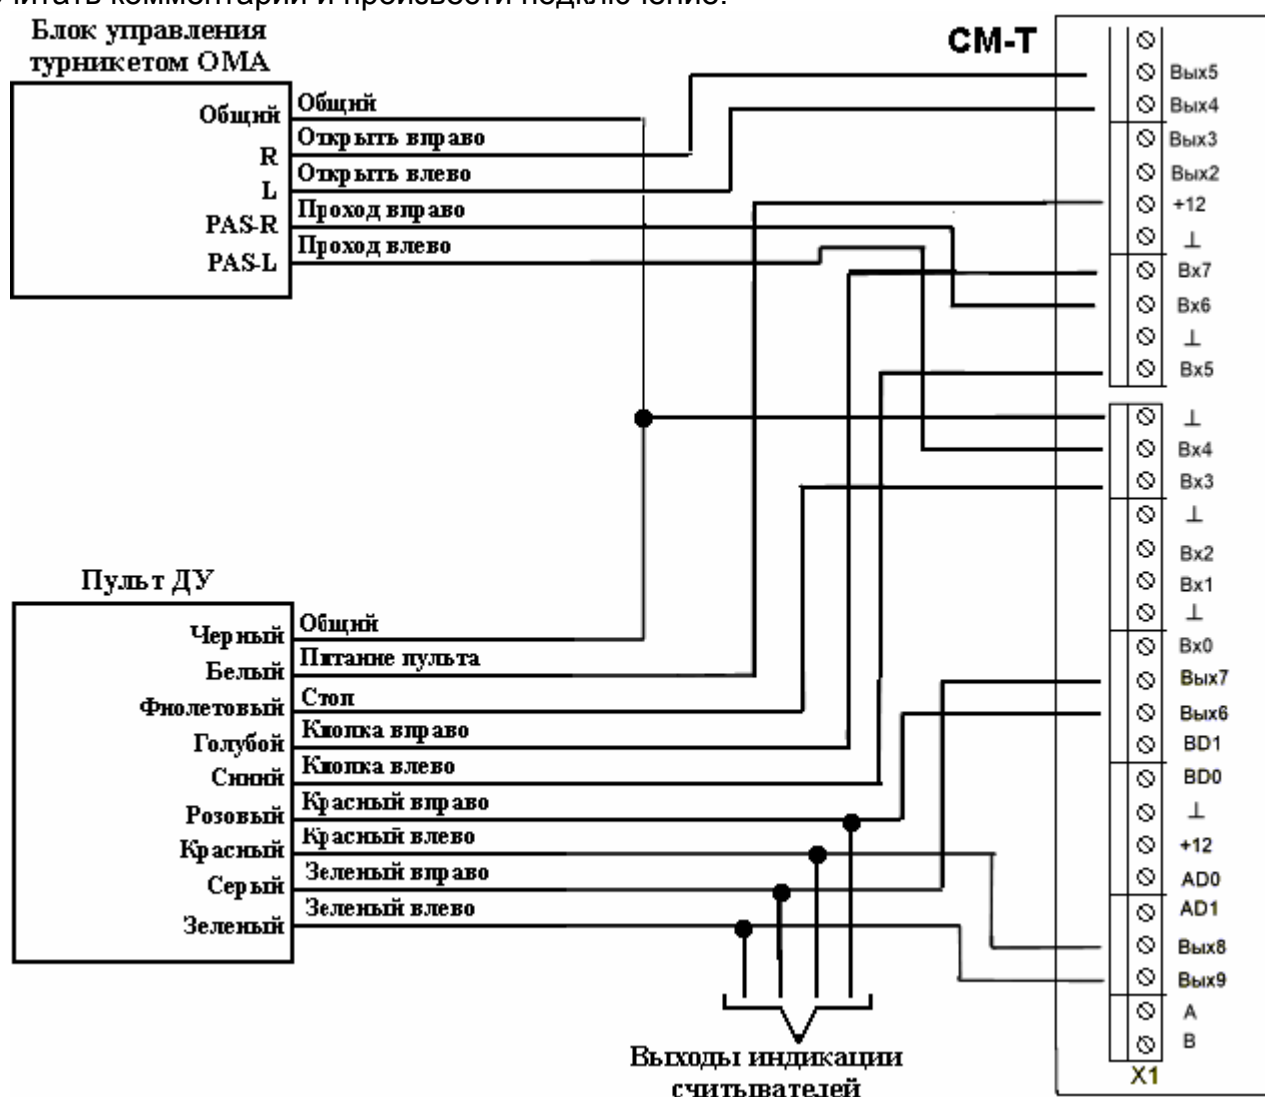
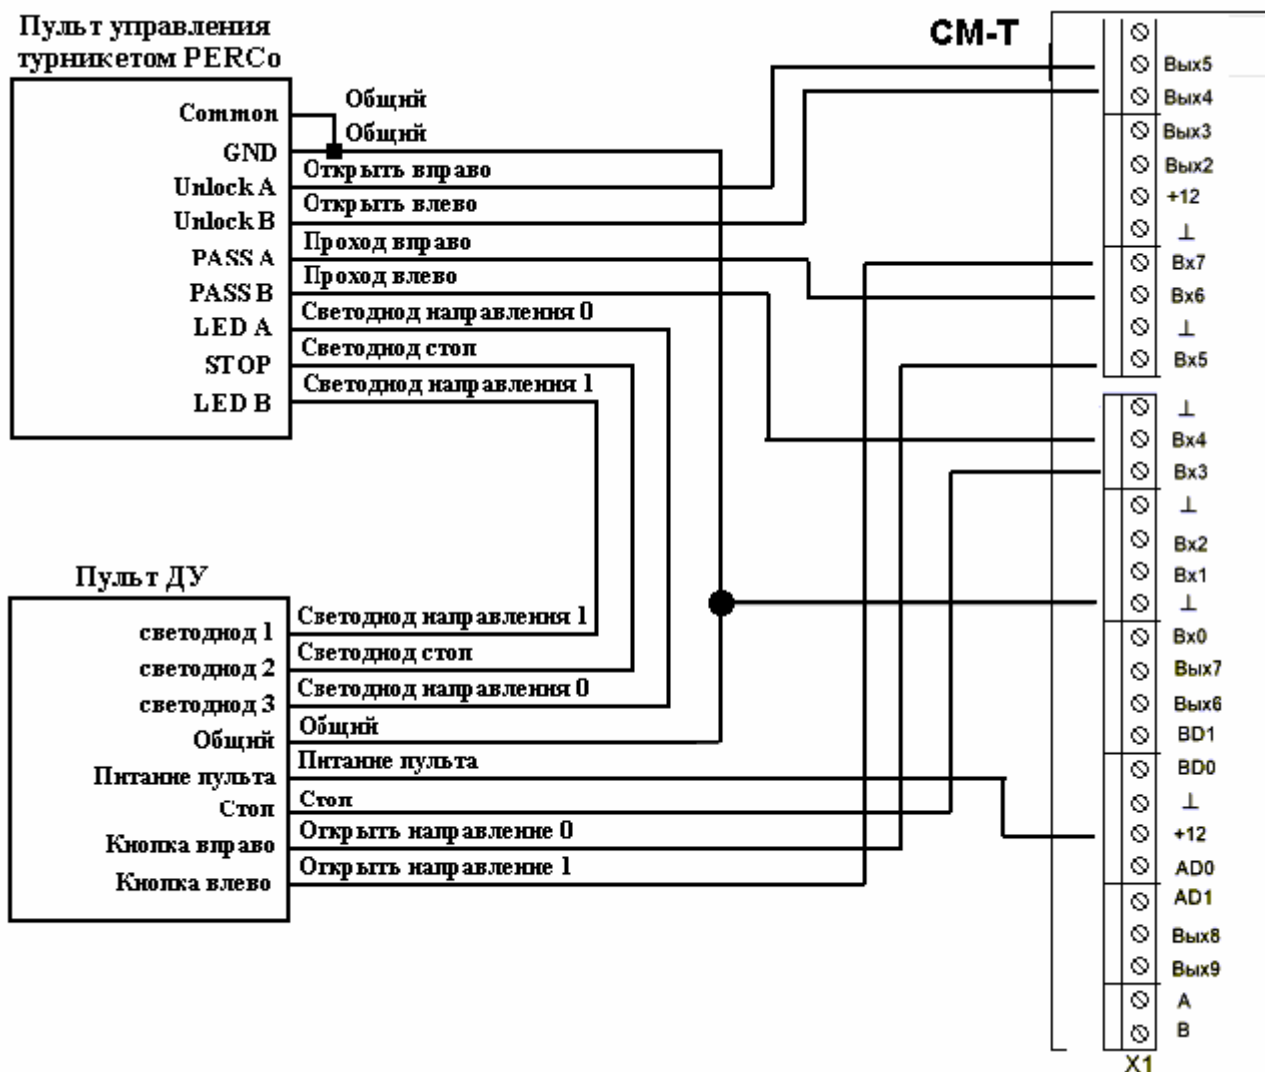

рис.6. Схема подключения турникета-трипода фирмы «ОМА»
рис. 7. Схема подключения стойки турникета TTR -04.1 фирмы «ПЭРКо»
• В данной инструкции приводится рекомендуемая схема подключения турникета-трипода фирмы «ОМА» (рис.6) и схема подключения турникета-трипода фирмы «ПЭРКО» (рис.7).